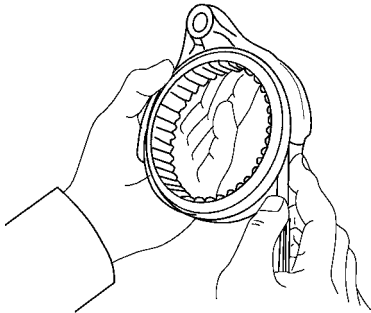

图 10-19 用塞尺测量其间隙
(5) 测量啮合套和换挡叉之间的间隙。应使用塞尺测量其间隙，如图 10-19 所示。